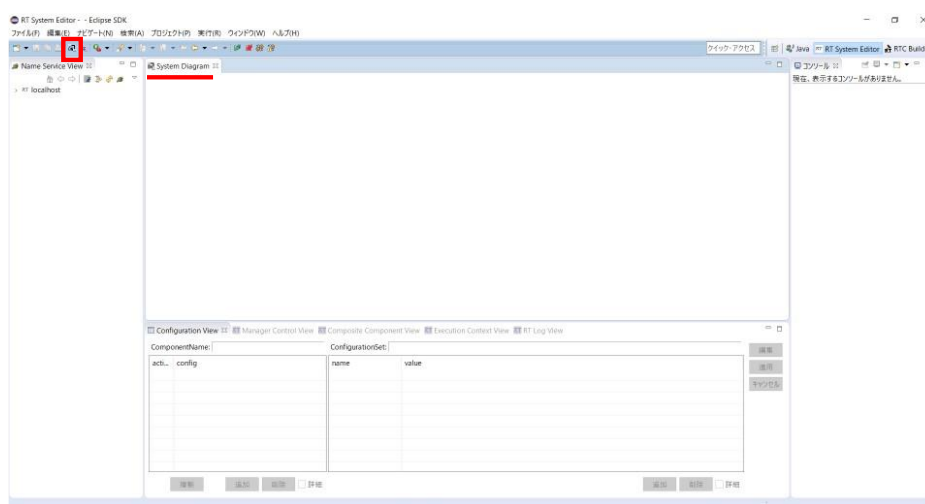

図 4-5 System Diagram
8. 図 4-5 の赤枠で囲ったアイコンをクリックし、System Diagram を開く。